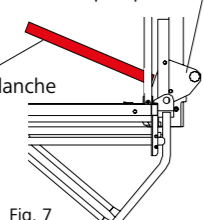

Fig. 7
6. Après avoir déchargé le palonnier LAB, repousser les loquets de sécurité vers l'arrière avec une barre ou une planche à partir de la rive de dalle de manière à pouvoir manœuvrer la grue (Fig. 7).